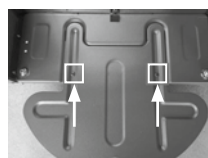

bild. 2
- Öppna bottenplattan och fäst bottenplattan med 2 skruvar, se bild. 2.